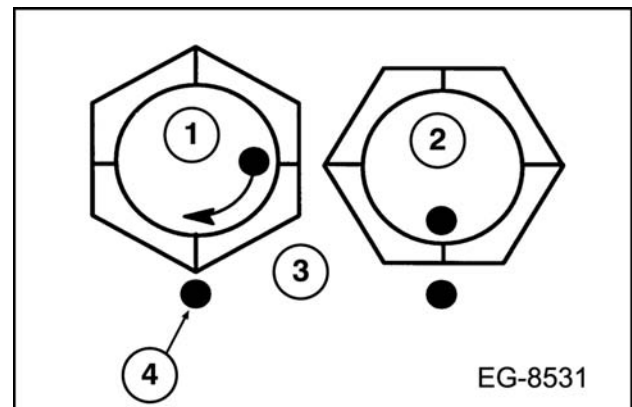

Figura 365 Perno de cojinete de bancada del cigüeñal
- d. Haga girar cada perno de cojinete de bancada del cigüeñal (Figura 365) 90° (¼ de vuelta).